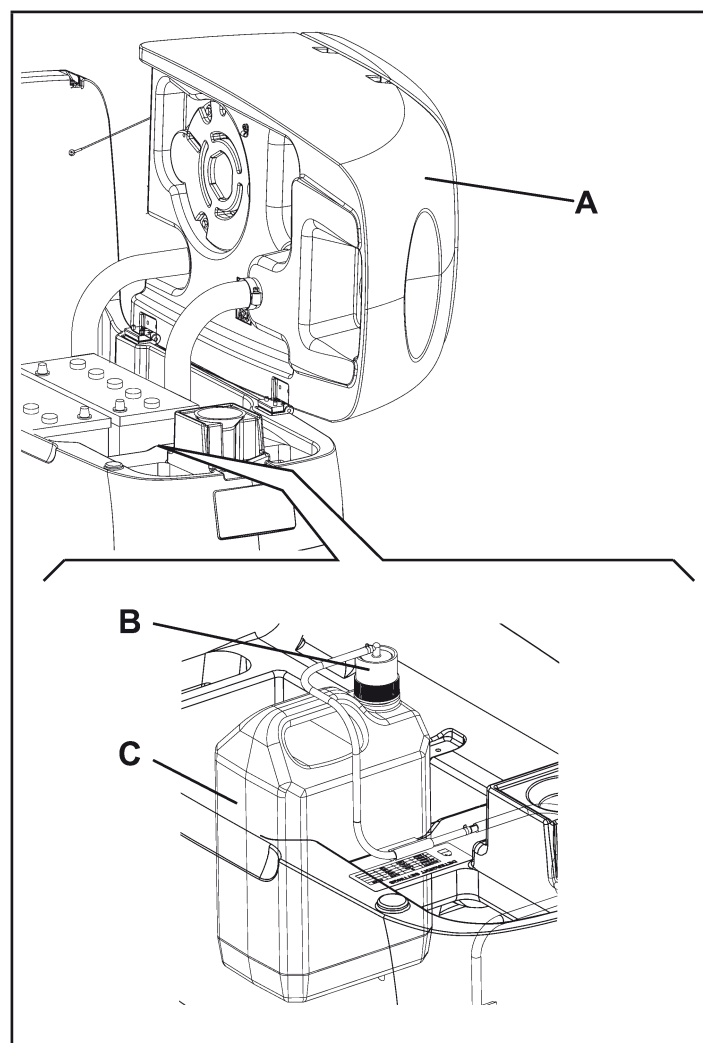

Figure 15
- Ouvrir le couvercle (E) et vérifier que le réservoir d'eau de récupération (F) est vide. Dans le cas contraire, le vider au moyen du tuyau de vidange (G).
- Soulever le réservoir (A, Fig. 15) avec soin.
- Ouvrir le bouchon (B).